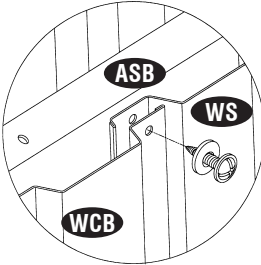

Fig.1
16. Coloque el panel (WS) sobre la barra base (BSB) de manera que solape con los paneles de esquina. Sujete los paneles al ángulo superior y a la barra base con tornillos (S1), utilizando arandelas de plástico.
**Nota** Make sure the overlapping position of panels is as shown in fig. 1 & 2.